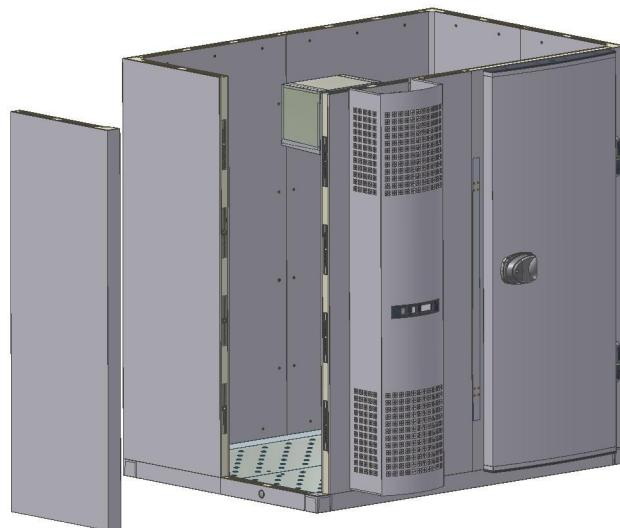

Fig. 6
- Les derniers panneaux à être montés sont les panneaux du plafond (Fig.6).